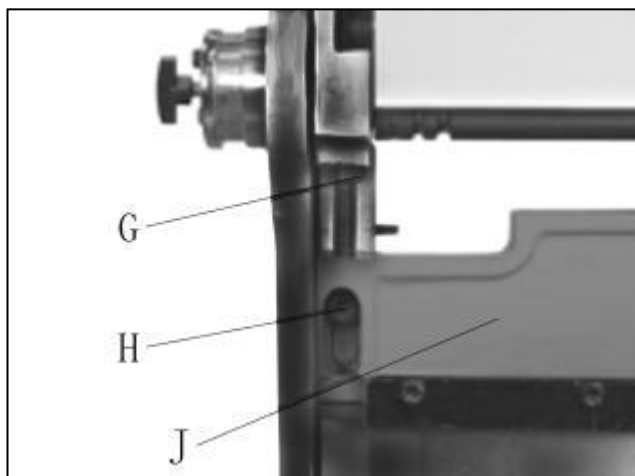

Figura 6
**Per regolare la trave del freno (G, Figura 6) per curve a 90° nella parte**